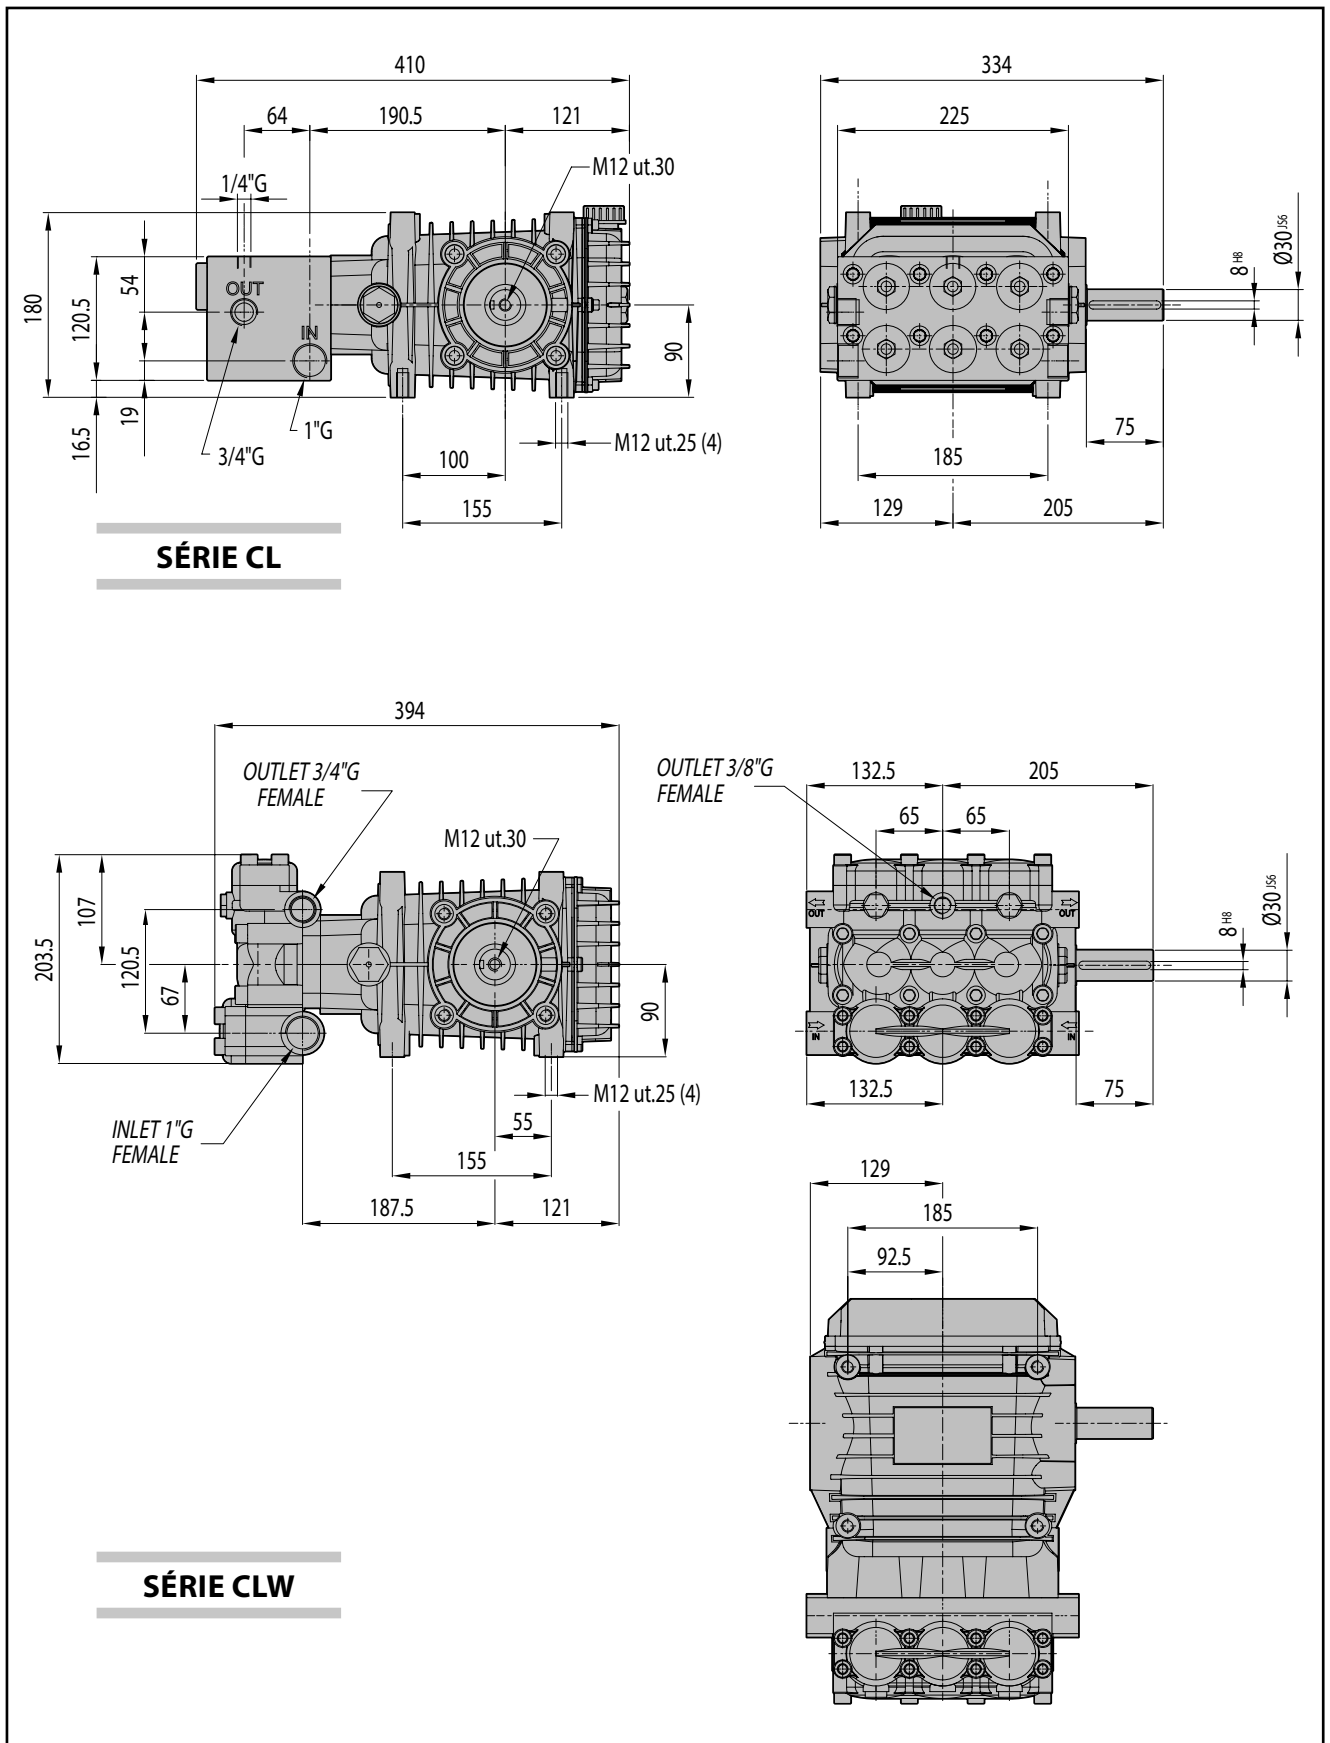

Fig. 1
- **La pompe doit être fixée de façon stable. La base d'appui doit être plate et suffisamment rigide de façon à éviter les décalages entre la pompe et le moteur et des vibrations pendant le travail. Pour la fixation, utiliser les quatre clous d'appui présents dans le carter de la pompe, pour les dimensions faire référence à la Fig. 1.**
Pour les dimensions principales, faire référence à la Fig. 1.